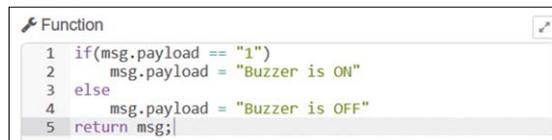

Figure 5.33 Configuration du nœud de fonction
- Créer un **fonction** nœud, nommez-le comme **Buzzer State**, entrez l'état suivant- ments et cliquez sur **Terminé** (figure 5.33) :